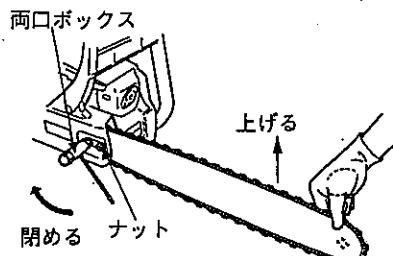

図 9
- (3) 調整が終りましたら、ガイドバーの先端を持ち上げながらチェンカバー締付け用のナットを付属の両口ボックスでしっかりと締めてください。(図9)